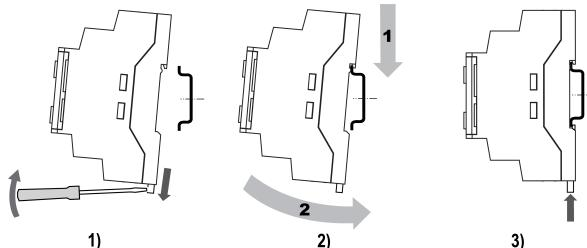

Рисунок 5.1 – Монтаж и демонтаж прибора
- Вставив отвертку в проушину, оттянуть защелку (см. рисунок 5.1, 1). Прибор установить на DIN-рейку.
- Прибор прижать к DIN-рейке (см. рисунок 5.1, 2, стрелки 1 и 2). Отверткой вернуть защелку в исходное положение.